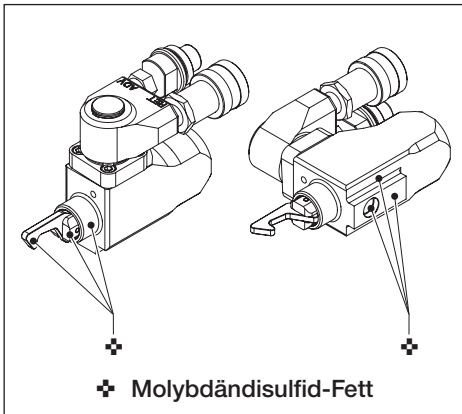

Abb. 15
5.2 Vorbeugende Wartung - Hydraulik-Schwenkkupplung und Antriebseinheit (Abb. 15 und 16)